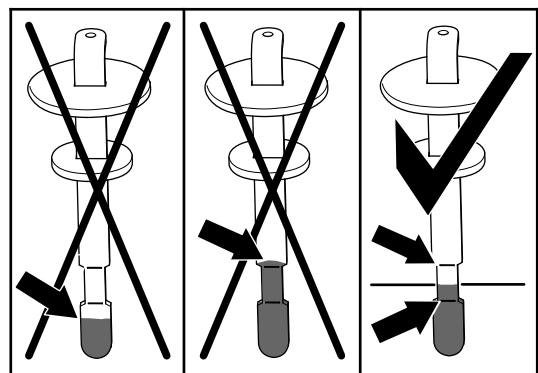

Figure 112
6. Ressortez la jauge et vérifiez le niveau de liquide (Figure 112).